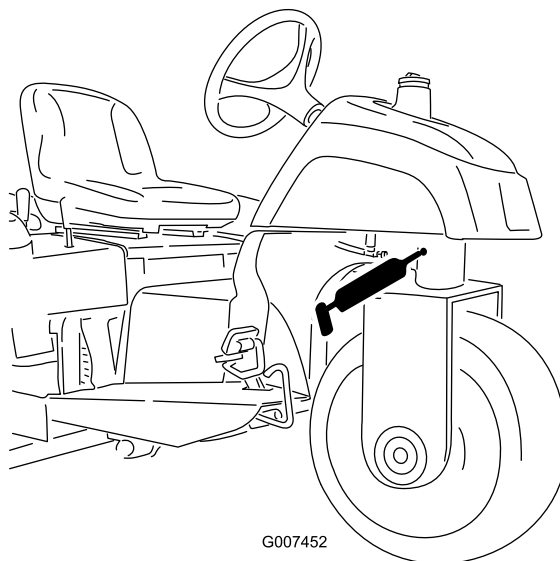

Figura 25
- Articulação da direcção (Figura 25)
**Nota:** O bocal de embeber na articulação da direcção (Figura 25) necessita de um adaptador de bico de pistola de pulverização. Encomende a peça nº 107-1998 da Toro ao seu distribuidor autorizado Toro.